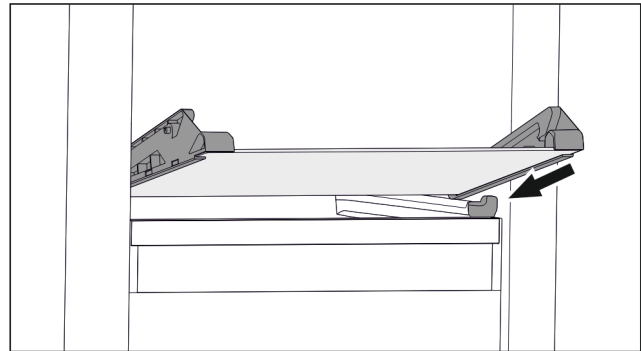

Fig. 62 Скляна пластина відкидного висувного ящика
- ▶ Встановити скляну пластину за стопорами навскоси. (див. Fig. 62)